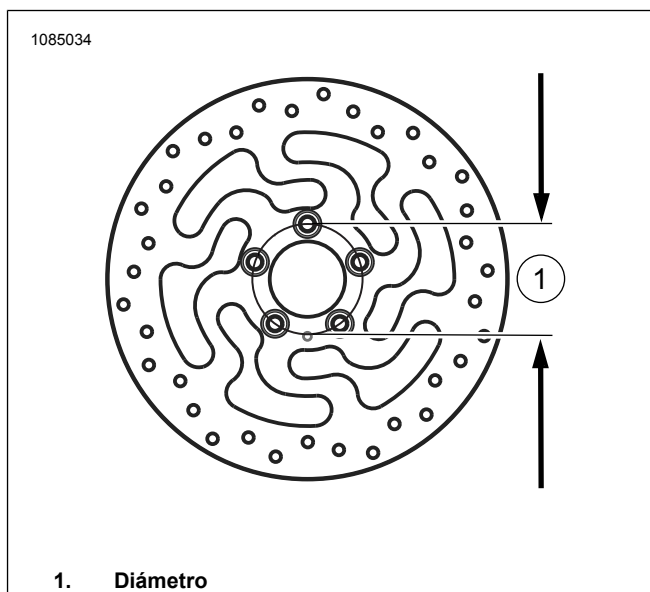

Figura 4. Diámetro del agujero de montaje del disco
- a. Vea la Figura 4. Si el diámetro del disco del freno delantero no mide 3,25 pulg., deseche los discos.